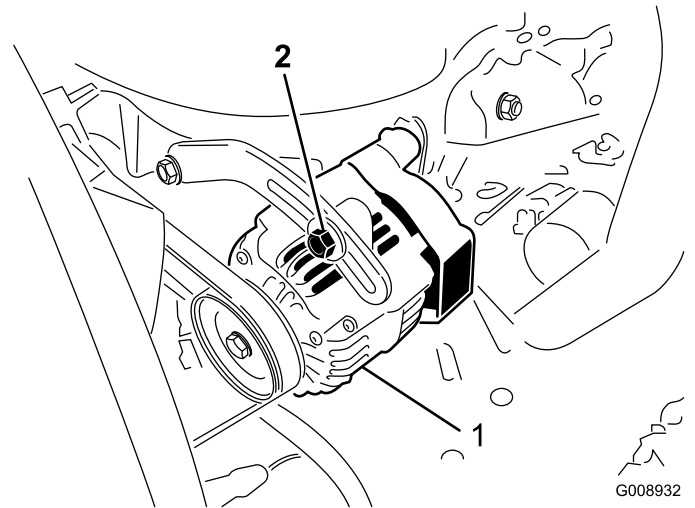

図 80
オアウタネータのベルト（図 80）は100運転時間ごとに点検します。
2. たわみが 10 mm 程度でない場合には、オルタネータ取り付けボルト（図 80）をゆるめる。適当な張りに調整してボルトを締める。ベルトのたわみが適切に調整されたことを確認する。